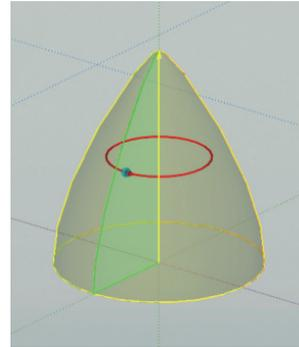

Рис. 9. Вращение профиля
1.5. Далее выбираем инструмент *Вращение* из группы *Операции* и выделяем контур полученного профиля, а затем выбираем его вертикальную линию в качестве оси вращения и во вкладке *Основные параметры* задаем угол поворота  $360^\circ$  градусов (рис. 9).